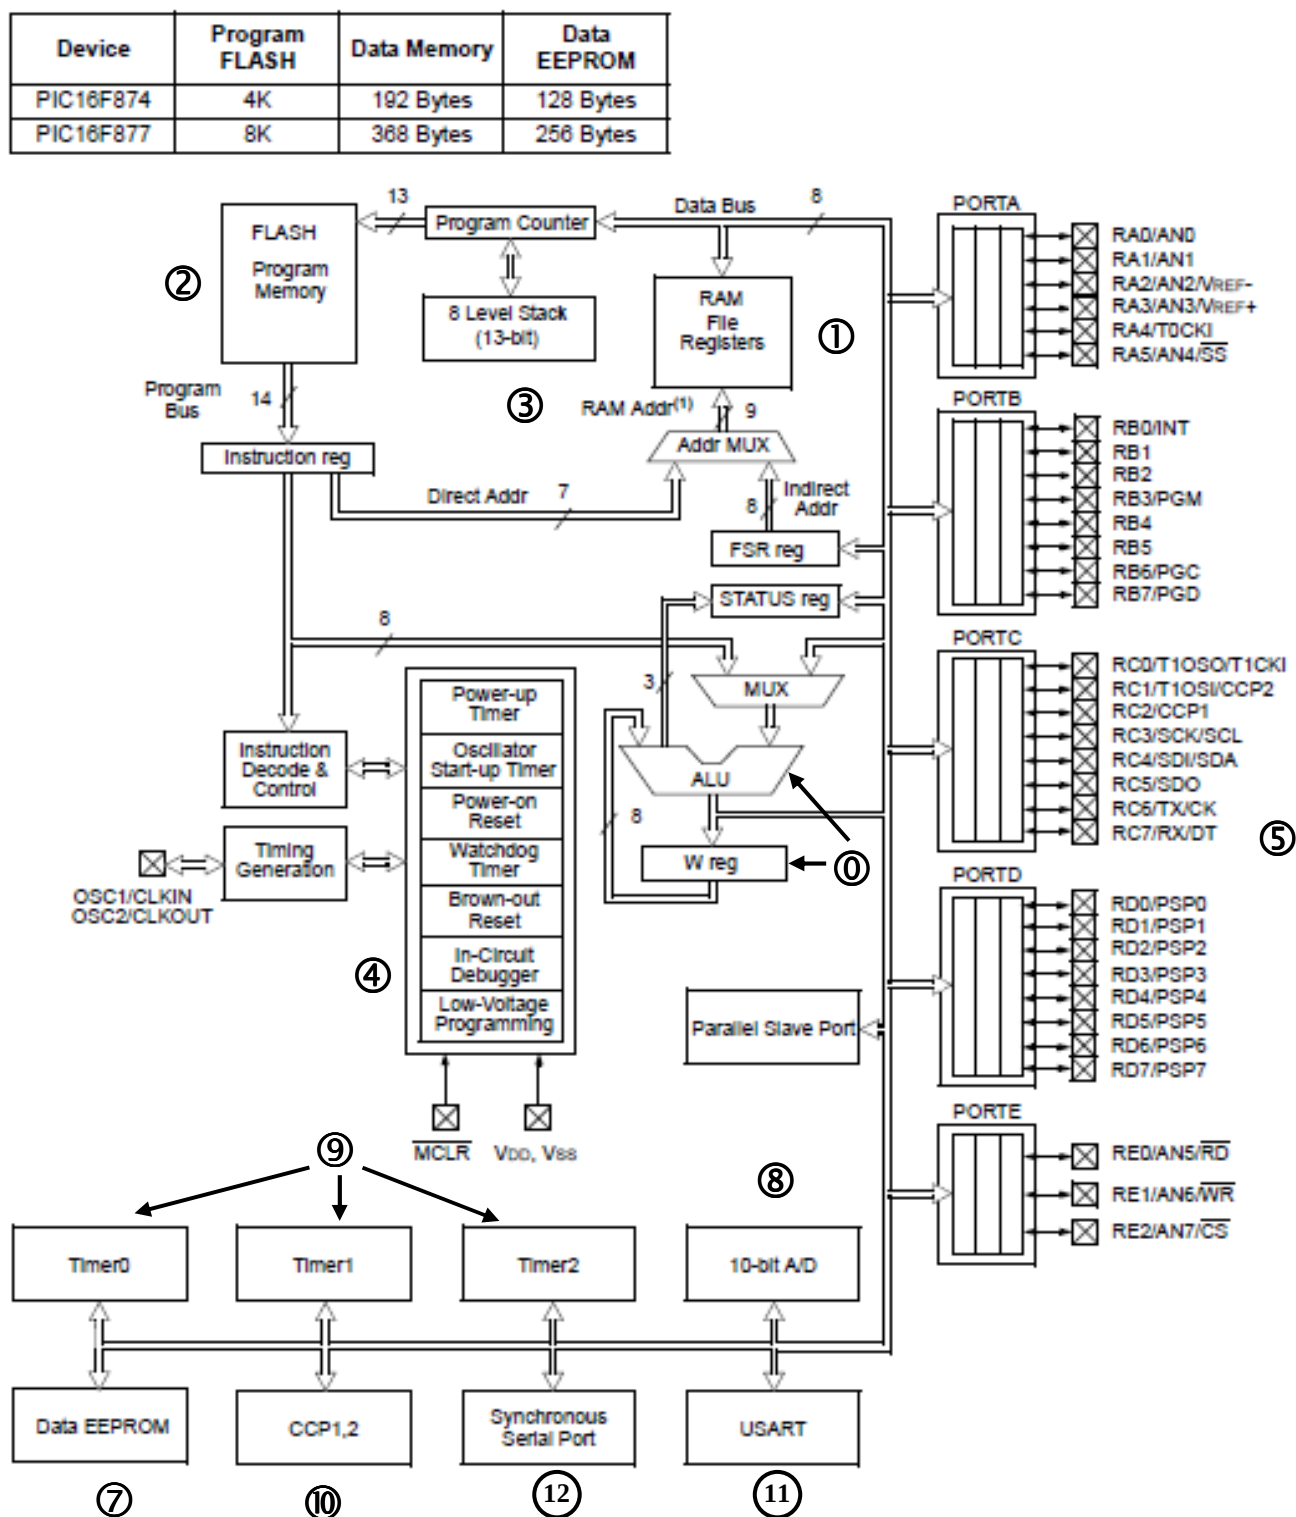

Figure II.3.
Il est intéressant de commencer par donner l'ensemble des blocs fonctionnels présents dans le PIC 16F877, comme indiqué sur la figure II.3. (cf. **page 7** du datasheet constructeur).
Cette partie concerne les blocs ①, ②, ③ et ④ des figures II.3. et II.4. précédentes.